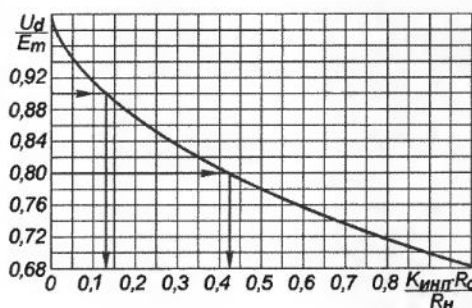

Рис. 2
определить изменения питающего напряжения U_d в зависимости от сопротивления нагрузки усилителя (при максимальной мощности синусоидального сигнала), воспользовавшись графиками зависимости $U_d/E_m = F(K_{\text{инп}} R_o / R_n)$, изображенным на рис. 2.
Если необходимо обеспечить уменьшение питающего напряжения при максимальной мощности, например, не более чем на 10 % ($\cos \theta = 0,9$) относительно режима холостого хода блока питания, сопротивление обмоток трансформатора, приведенное к полной вторичной обмотке, должно быть не более 0,64 Ом (определяется из (7) или по графику на рис. 2). Такое сопротивление обеспечит трансформатор стержневой конструкции габаритной мощностью около 300 В·А.